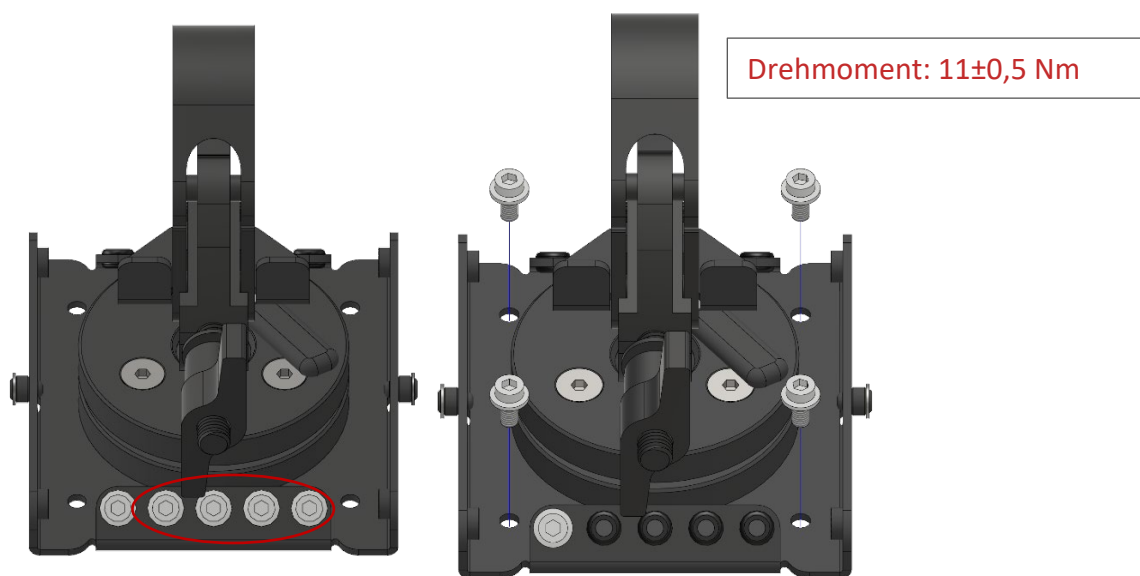

Abbildung 17 Sichern des ECO Link
Schritt 1: Entfernen Sie vier der fünf **selbstsichernden Schrauben M6x16** aus ihrer Parkposition, siehe roter Kreis in Abbildung 17.
Schritt 2: Ziehen Sie die vier **selbstsichernden Schrauben M6x16** mit einem Drehmoment von 11 Nm an, um den ECO Link am kompatiblen Produkt der ECO Serie zu befestigen (siehe Abbildung 17). Vergewissern Sie sich, dass jede Schraube durch die Platte geht und korrekt in das entsprechende Gewindeloch greift. Unter Abbildung 16 finden Sie kompatible Produkte, an denen Sie den ECO Link befestigen können.